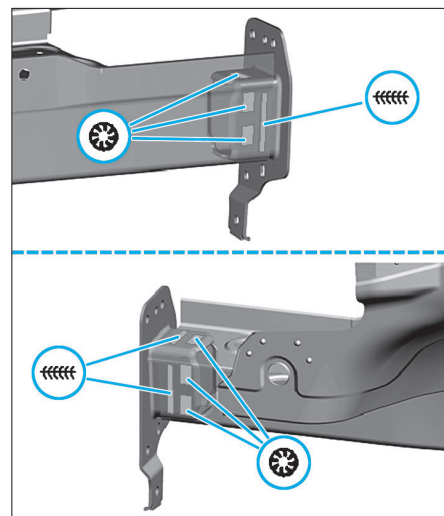

FIG. 6
- Souder l'élément neuf comme illustré (Fig.6).